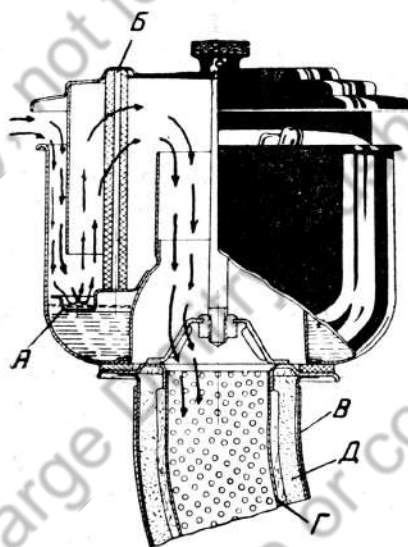

Рис. 26. Воздухоочиститель: А — лист с кольцевой выемкой; Б — сетка; В — наружная труба; Г — внутренняя труба; Д — вата
**Воздухоочиститель.** Воздух поступает в карбюратор через масляный воздухоочиститель (рис. 26), соединяющийся с отверстием карбюратора при помощи хомута и уплотняющей муфты.
Воздухоочиститель соединен с карбюратором трубой, являющейся глушителем шума всасываемого воздуха. Атмосферный воздух, как указано стрелками на рис. 26, поступает в щель между крышкой и корпусом очистителя и опускается вниз. Дойдя до листа **А**, покрывающего налитое в резервуар масло, воздух резко меняет свое направление, оставляя в масле, покрывающем кольцевую выемку, наиболее крупные частицы пыли, и увлекает за собой брызги масла1.
**Глушитель шума всасывания.** Труба, соединяющая очиститель с карбюратором, является глушителем. Она состоит из наружной трубы В (рис. 26) и внутренней — перфорированной Г, между которыми плотно набита вата, поглощающая шум. Глушитель не требует никакого ухода. Наличие воздухоочистителя и глушителя шума не ухудшает экономичности двигателя, поэтому не следует ездить без них даже в зимнее время, когда пыли нет.